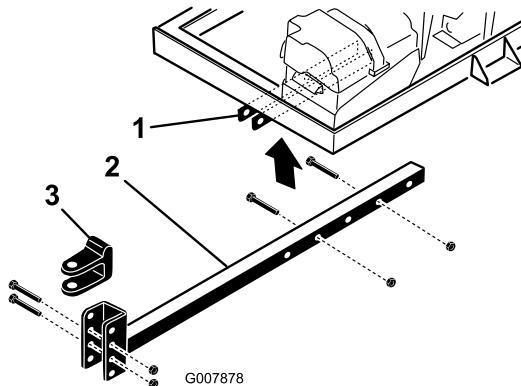

Рисунок 4
- Вставьте трубу сцепного устройства в кронштейны рамы (Рисунок 4). Прикрепите трубу к раме с помощью 2 болтов (¾ x 3 дюйма) и фланцевых гаек (¾ дюйма), затяните их с моментом 40 Н·м.
- Отверните болты и контргайки, которые крепят вилку сцепного устройства (Рисунок 4) к трубе сцепного устройства.
- Отверните болты и гайки, которые крепят трубу сцепного устройства к кронштейнам рамы (Рисунок 4).